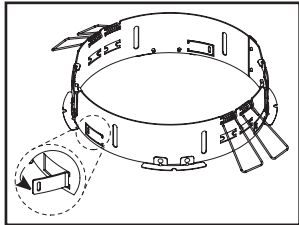

Figura 32
6. Para evitar que el anillo se mueva en la abertura del alojamiento o techo, utilice un destornillador de cabeza plana para levantar las 4 lengüetas centrantas en la unidad del anillo adaptador (Figura 32).